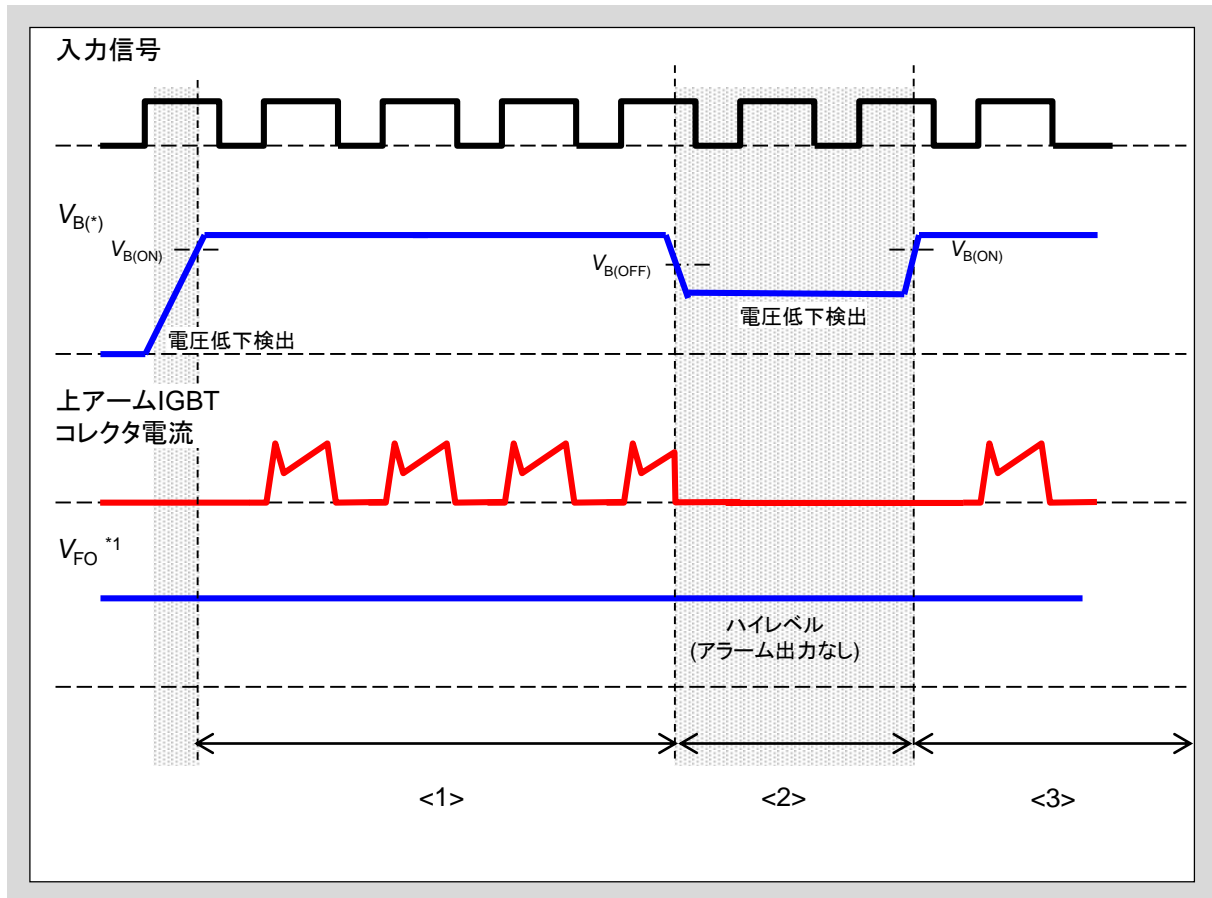

図3-5  $V_{B(*)}$ 低入力電圧保護動作のシーケンス(ハイサイド)
- 図3-5に $V_{B(*)}$ の低入力電圧保護動作のシーケンスを示します。